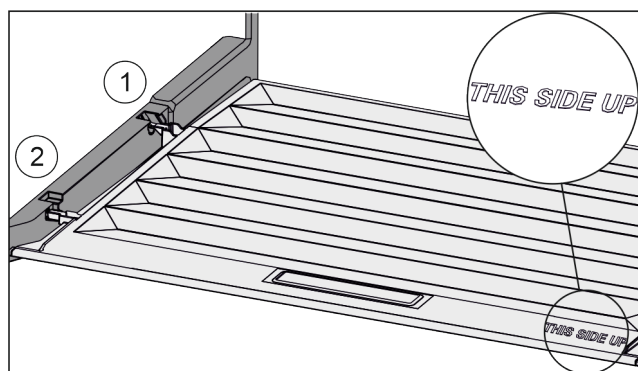

Fig. 82
- ▶ Introduzca los nervios de la tapa por la abertura del soporte trasero Fig. 82 (1) y encájelos por delante en el soporte Fig. 82 (2).